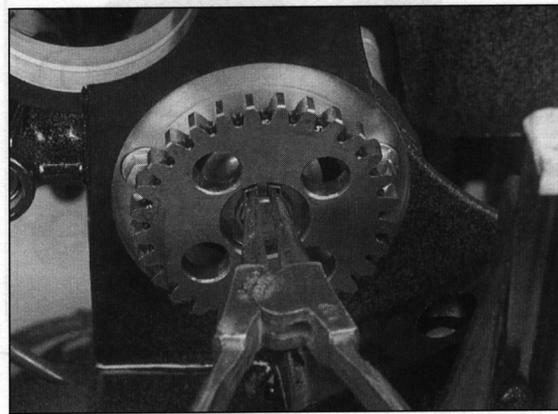
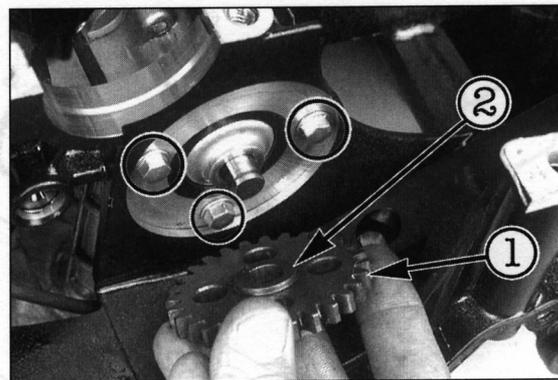

Bild 262
Bild 263
- Seegerring des Ölpumpenzahnrads ausfedern (Bild 262) und Zahnrad von Welle abnehmen. Drei Befestigungsschrauben ausdrehen (Bild 263) und Ölpumpe ausbauen.